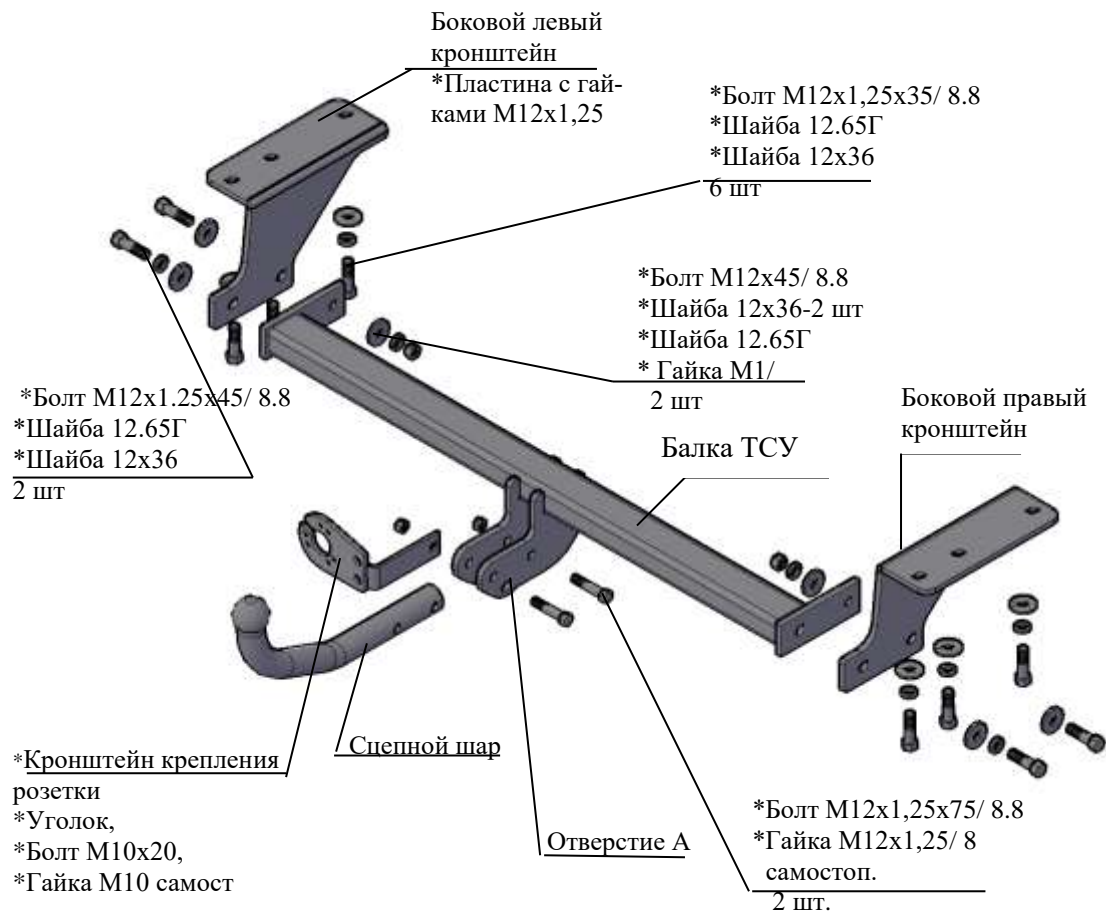

Рис.1 Тягово-сцепное устройство 7713.
2.1 ТСУ 7713 в сборе (рис.1)	1 шт.
2.2 Пакет с комплектующими (см. рис.1)+ защитный колпак	1+1 шт.
4.3 В левый лонжерон вставить пластину 115х40х4 (на рис.1 условно не показана) с двумя приварными гайками (только для Ниссан Х-Трейл). Установить боковой правый и левый кронштейны ТСУ к нижним полкам лонжеронов а/м, используя болты М12х1.25х35 и гайки штатные (для Ниссан Х-Трейл в левом лонже-